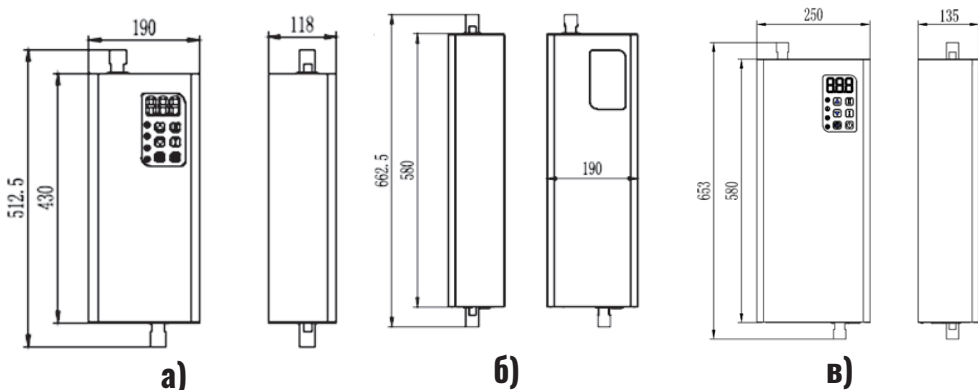

Рисунок 2. Габаритные размеры.
9.8. ТЭН внутри теплообменника крепится с помощью фланца поз.9 и болтов поз.10. Герметичность обеспечивает силиконовая прокладка между ТЭНом и теплообменником. Котел облицован съемной декоративной панелью. Габаритные размеры котла приведены на Рис. 2. и Рис. 3. Схема подключения котла к электросети приведена на рисунках 6.1., 6.2., 6.3. в зависимости от модели котла.